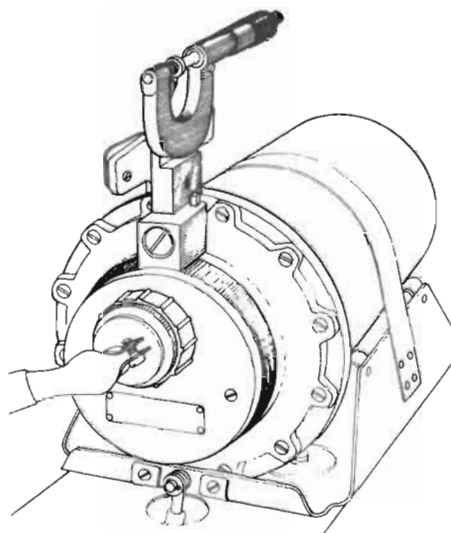

Bild 5.
- 5 .2 Flytta riktverktyget till gyroenhetens referensplan i tippeld. Riktverktygets ställskruv skall vara vänd åt samma håll som i pkt 5.1. Bild 5.